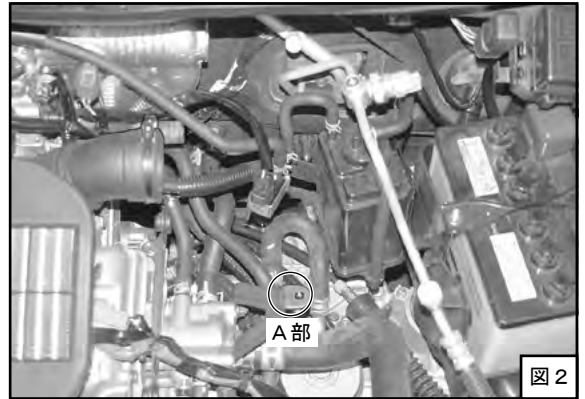

図2
(1) エアクリーナステーをA部に仮付けしてください。(図2)